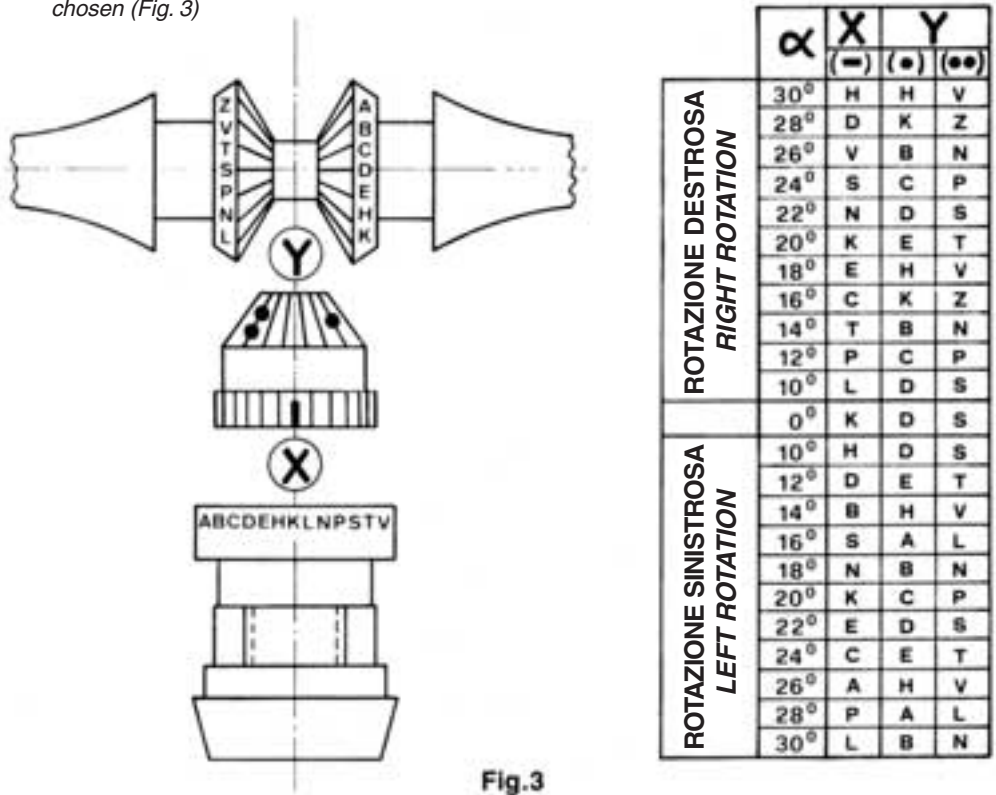

Fig.3
- C) Inserire l'ingranaggio centrale [6] nella propria sede nel mozzo [1] avendo cura di allineare il taglietto denominato "X", posto sotto l'ingranaggio stesso, con la lettera corrispondente all'angolo voluto (Fig.3).
*Insert the central cone gear [6] in its seat in the hub [1] making sure to align the little cut named "X", located on the bottom of the central cone gear, with the letter corresponding to the angle chosen (Fig. 3)*
- D) Far ingranare i denti delle due pale [8] con quelli dell'ingranaggio centrale [6], facendo attenzione che i riferimenti denominati "Y" corrispondano con le lettere corrispondenti all'angolo voluto (Fig.3).
Next engage the gear [6] on the blades [8] with those of the central cone gear as shown in figure 3, making sure to align the referements named "Y" with correct letters corresponding to the angle choosen.